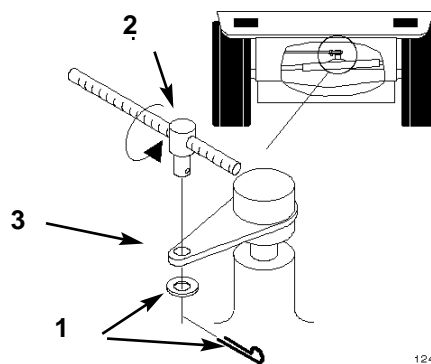

Figure 28
Le levier de frein se trouve en haut de la boîte pont (Fig. 28). Si le frein de stationnement ne suffit pas à immobiliser la machine, un réglage est nécessaire.
3. Pour régler le frein, déposer la goupille et la rondelle du levier (Fig. 28).
4. Tourner le tourillon pour qu'il glisse facilement dans le levier de frein (Fig. 28).
5. Fixer le tourillon au levier de frein avec la rondelle et une goupille (Fig. 28).